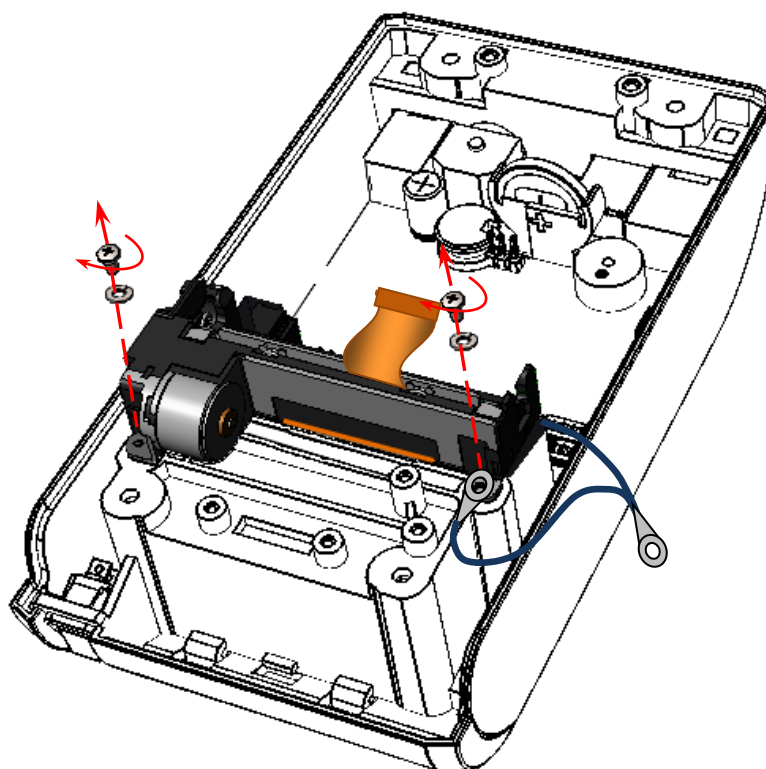

Рисунок 18. Снятие ТПГ (открутить винты крепления)
8. Зафиксировать ТПГ винтами крепления, установив шайбы и установив клемму кабеля заземления на нижней части корпуса изделия (см. рисунок 18).